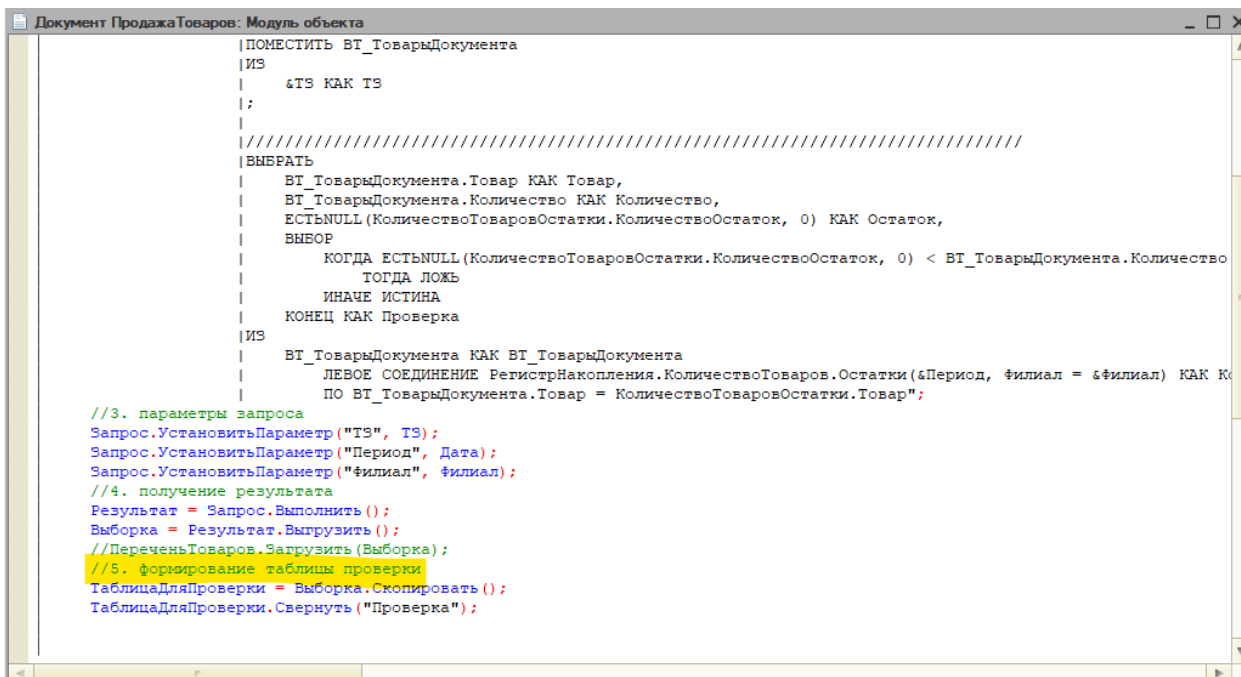

Рис. 5.70. Формирование таблицы проверки
7. В блоке «4. Получение результата» прокомментируем строку «ПереченьТоваров.Загрузить(Выборка);» и сформируем таблицу проверки (рис. 5.70).